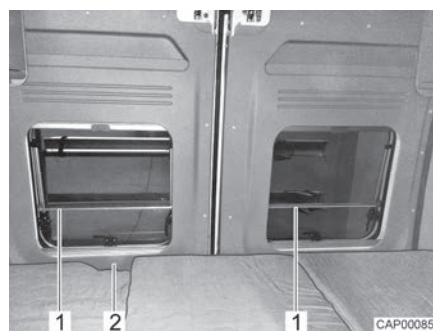

Bild 49 Fallskydd (längsgående bakre säng)
- ▷ Bakdörrarnas fönster är utrustade med ett fallskydd (Bild 49,1). Bakdörren kan öppnas inifrån via dörrhandtaget (Bild 49,2).